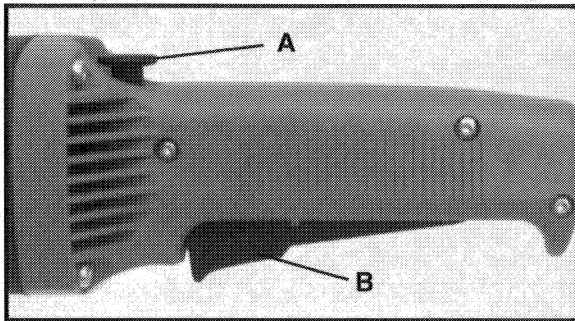

Fig. 1
3. Para PONER EN MARCHA la pulidora: oprima el botón de fijación del interruptor (A), Fig. 1, mientras aprieta el interruptor de paleta (B), Fig. 1. Cuando el motor arranque, suelte el botón de fijación.
5. FIJACIÓN DEL INTERRUPTOR: el interruptor puede fijarse en la posición de ENCENDIDO de la manera siguiente: con el motor en marcha, oprima el botón de fijación del interruptor (A), Fig. 1, y manténgalo oprimido mientras suelta el interruptor de paleta (B), Fig. 1. Suelte el botón de fijación. Para soltar el cierre y DETENER el motor: apriete el interruptor de paleta y suéltelo mientras deja libre el botón de fijación para que salte hacia afuera como un resorte.